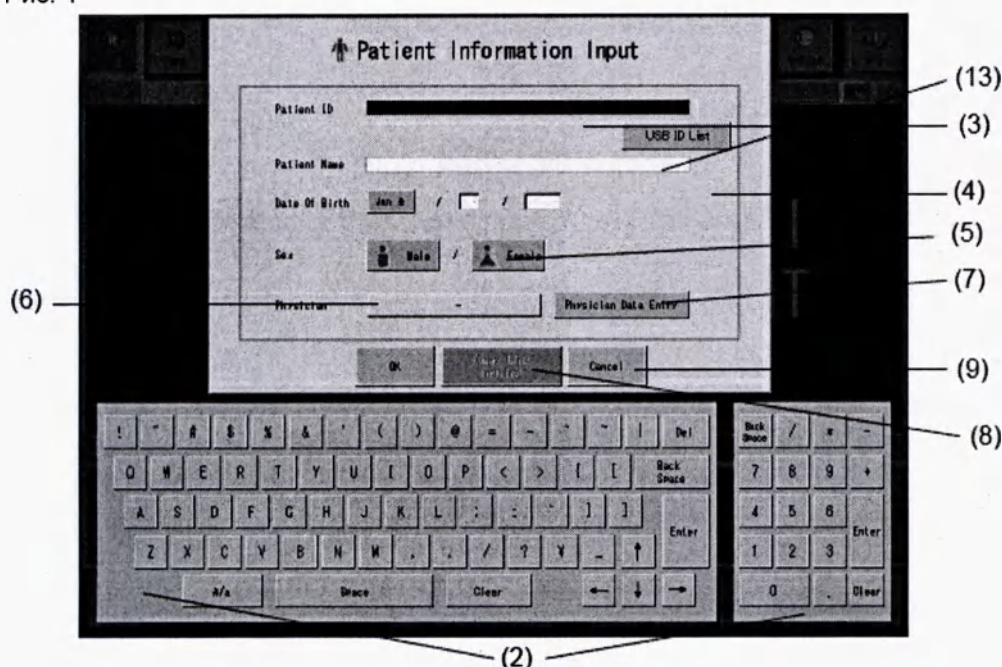
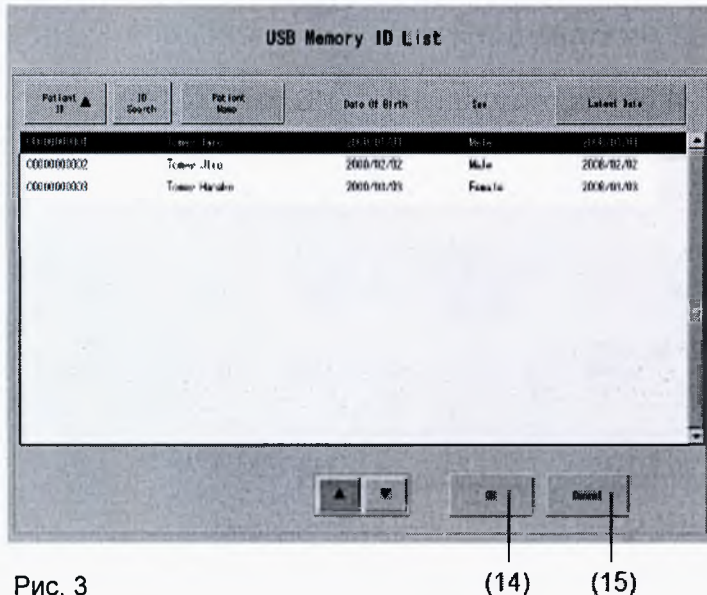

Рис. 2
Рис. 3
1) Коснитесь кнопки “ввода информации о пациенте” (1) в левом верхнем углу окна измерения в каждом режиме, чтобы открыть окно ввода информации о пациенте (Рис. 2).
2) Введите ID пациента (3) при помощи клавиатуры (2) или внешнего устройства ввода ID (например, считыватель штрих кода).
Если вы указали ID из данных, хранящихся на USB флэш памяти, подключенной к аппарату, нажмите кнопку "USB ID List" (13), чтобы открыть окно со списком ID номеров пациентов (Рис. 3). Из списка выберите нужного вам пациента и нажмите кнопку "OK" (14) для возвращения в окно ввода информации пациента (Рис. 2), где введена выбранная информация. Для возвращения в окно ввода информации без применения настроек, коснитесь кнопки "Cancel" (15).